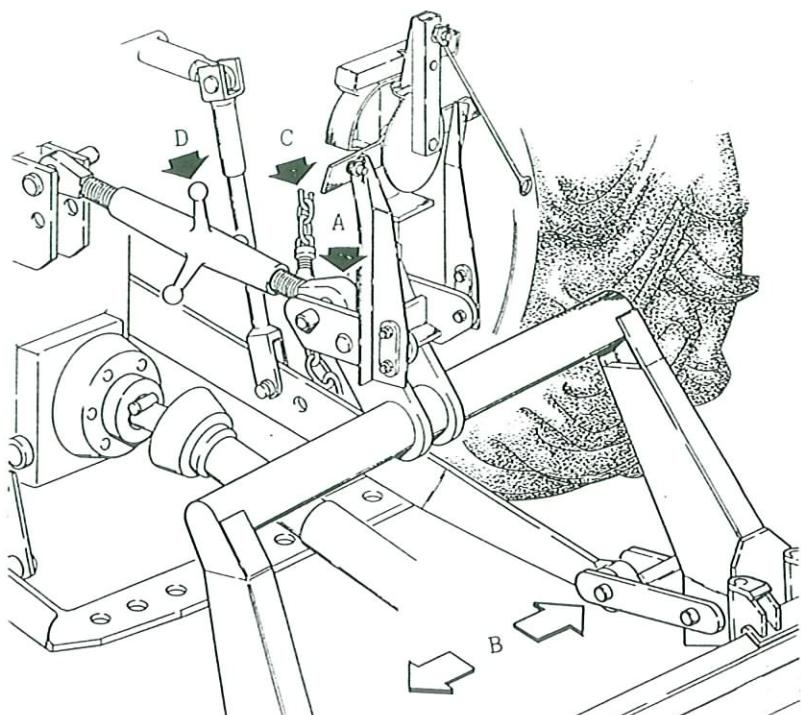
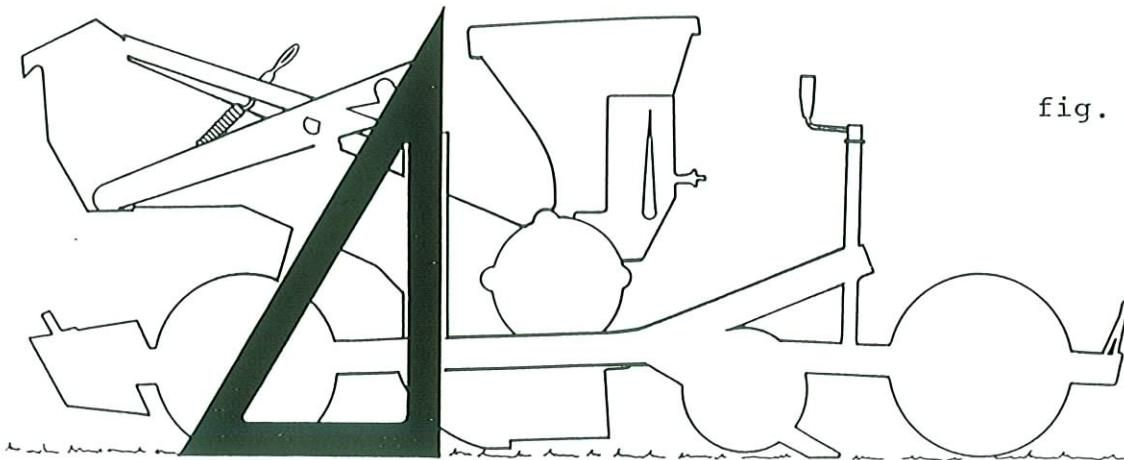

fig. 1
fig. 2
Collegare la seminatrice al trattore sui tre punti (A-B) Fig. 1. Tendere le catene stabilizzatrici (C) del trattore per centralizzarla e ridurre al minimo le oscillazioni laterali durante la semina.
Con il braccio del terzo punto (D) regolare l'inclinazione dei seminatori la cui posizione è corretta quando sono perpendicolari al suolo (Fig. 2). Prima di iniziare la semina sollevare i puntelli di sostegno della seminatrice.
Couple the planter to the three points of the tractor (A-B) Fig. 1. Adjust the chains of the tractor (C) to center the planter and so reduce side vibrations. Make sure that planting units are perpendicular to the ground by means of the arm of the third point (D) Fig. 2. In case the furrowing is difficult due to the soil condition, incline them as indicated on point 1, Fig. 2. Before starting seeding lift the supports of the planter.
Atteler le semoir aux trois points du tracteur (A-B), selon Fig. 1. Tendre ensuite les chaînes stabilisatrices (C), de telle sorte que le semoir soit positionné dans l'axe longitudinal du tracteur, et que ses possibilités de déplacement latéral durant le semis soient réduites au minimum. Procéder au réglage du bras télescopique du troisième point (D), de telle sorte que le semoir soit parallèle au terrain Fig. 2. Avant d'entreprendre le travail de semis, relever les bêquilles de support du semoir.
Verbinden Sie die Sämaschine mit der Dreipunkthydraulik gemäß Fig. 1 (A-B). Spannen Sie die Stabilisatorketten (C) der Unterlenker so, daß sich die Maschine zentriert und seitliche Bewegungen der Maschine beim Säen minimiert werden. Mit dem Oberlenker (D) stellen Sie die Neigung der Maschine ein. In richtiger Stellung ist die Maschine parallel zum Boden.
Emsablar la sembradora al tractor sobre los tres puntos (A-B) Fig. 1. Extender las cadenas (C) del tractor para centralizarla y reducir al mínimo las oscilaciones laterales durante la siembra. Con el brazo del tercer punto (D) regula la inclinación de la sembradora cuya posición es correcta cuando están paralelos al suelo. Antes de iniciar la siembra levantar los patas de apoyo de la sembradora.
Regular la inclinación de los sembradores cuya posición resulta correcta estando perpendiculars al suelo (Fig. 2). Inclinárlas como indica el punto (1) fig. 2, cuando la naturaleza del terreno hace que sea difícil trazar los surcos.